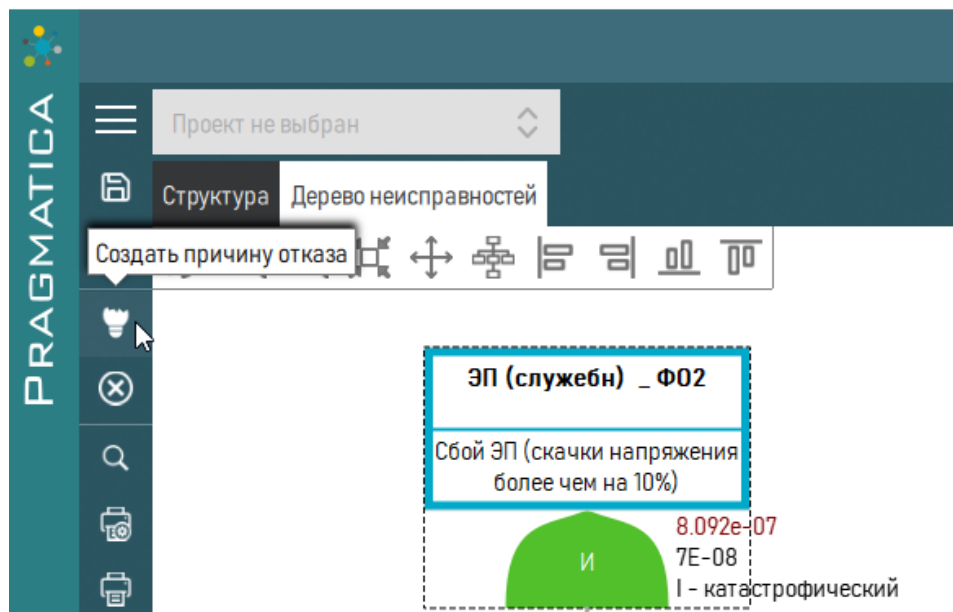

Рисунок 288 – Создание причины отказа
- 8) Для создания свойств причины отказа необходимо на схеме выбрать отказ, затем нажать кнопку «Создать причину отказа», расположенную слева на панели (рисунок 288).